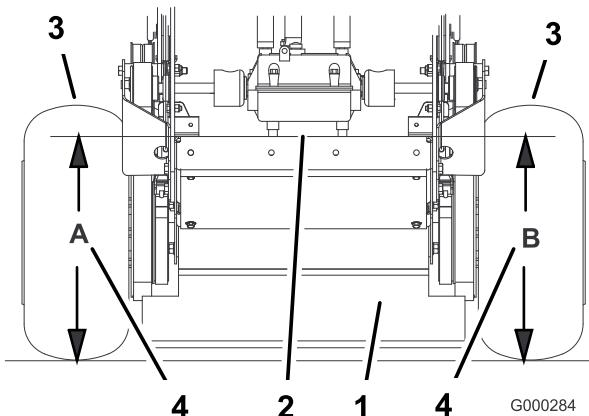

Figura 61
4. Mida la altura de la plataforma del motor en la posición A (Figura 61).
5. Mida la altura de la plataforma del motor en la posición **B** (Figura 61).